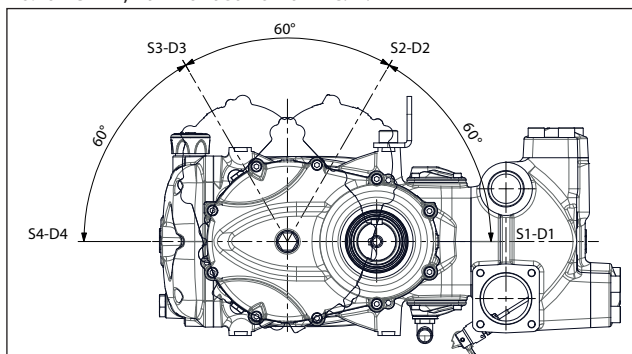

Рис. 7
~ 8,5 литра для версий с редуктором, поз. ① и ④ (Рис. 7).
Кроме того, редуктор можно поместить в 4 различных положения, как показано на Рис. 7.